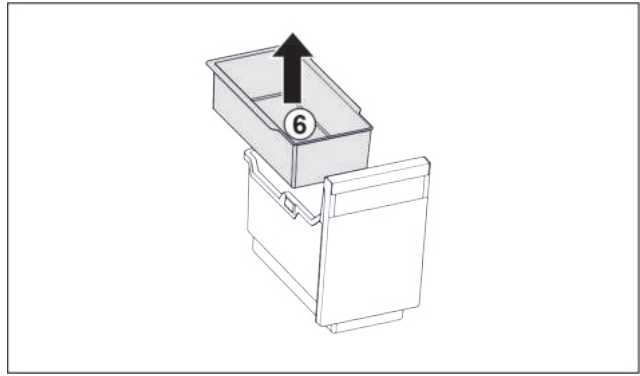

Fig. 23
- ▶ Извадете окачващата се поставка Fig. 23 (6).